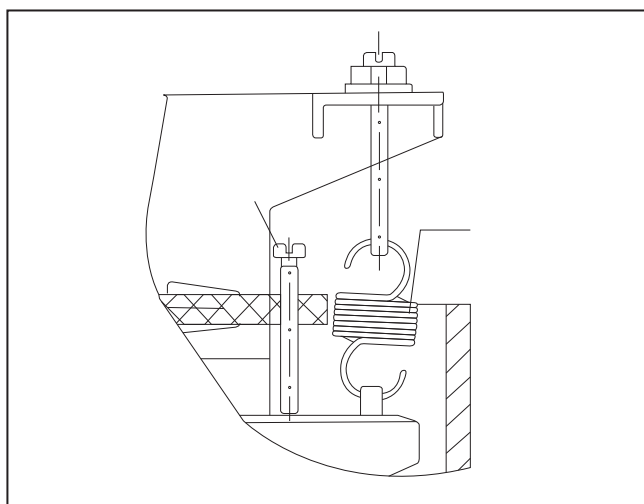

Figura 2
AJUSTE DEL CAUDAL (FLUJO): VER FIGURA 2
- Quitar la tapa de la caja, ubicar el tornillo de ajuste (ver figura 2)